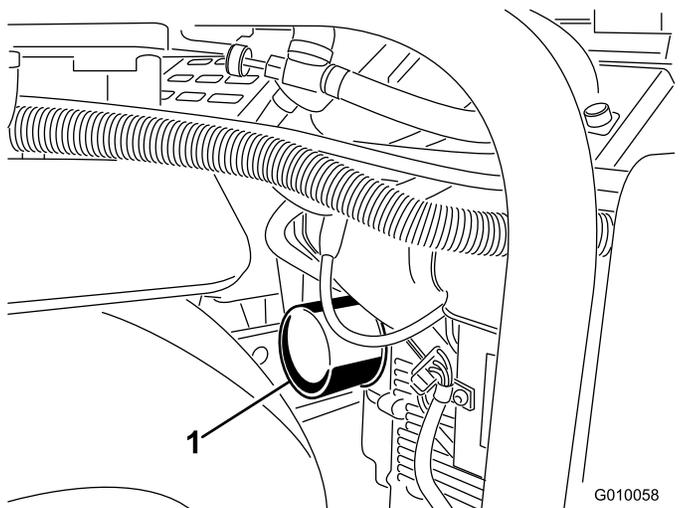
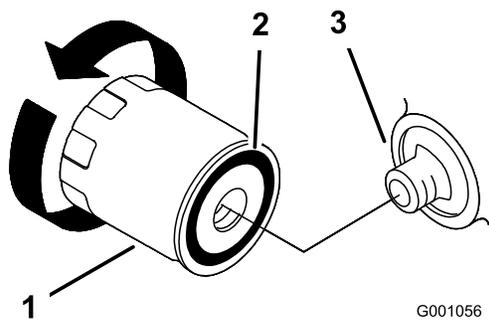

图47
图48
6. 在滤清器下面放一个浅盘或抹布接住机油 (图47)。
7. 拆下旧滤芯图47和图48并擦拭滤芯安装座垫片的表面。